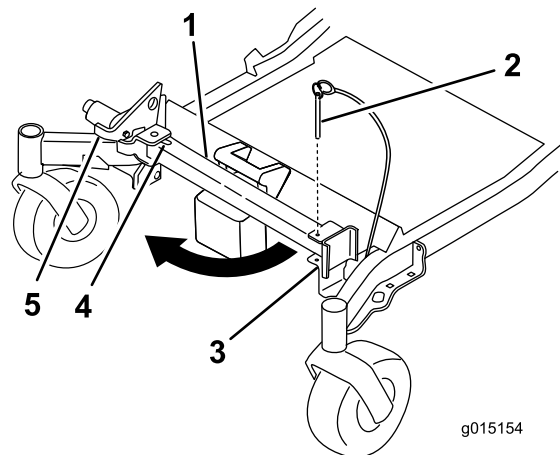
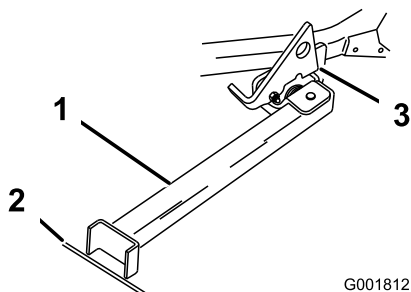

Figura 40
Figura 41
2. Retire o pino do suporte (Figura 40).
3. Levantar o trinco. Rode o pé do stand e faça deslizar o stand em direção à máquina, para a parte de baixo da ranhura (Figura 40 e Figura 41).
- Coloque o pé do stand no solo e assente o trinco na patilha articulada (Figura 41).
Nota: Para obter melhores resultados, coloque o pé do stand em junções nos passeios ou na relva (Figura 41).
- Avance para o stand. Pare quando o trinco passar pela patilha para a posição bloqueada (Figura 41). Quando estiver no stand, engate o travão de mão e desligue o motor.
- Volte a colocar o stand na posição de descanso (Figura 40).